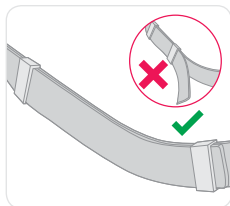

Рисунок 16
- Для закрепления непристегнутых лямок используйте пластиковые ползунки. (Рисунок 16).